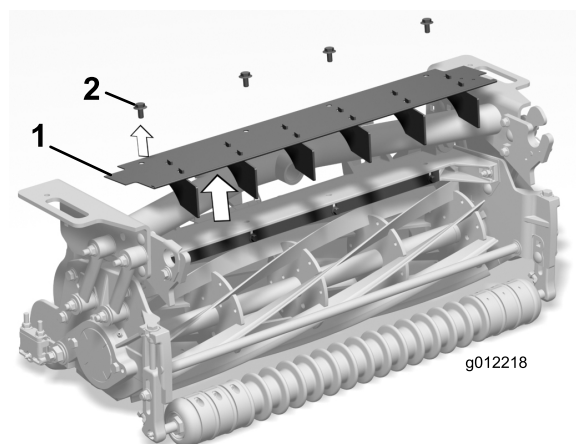

Figura 6
1. Remova os quatro parafusos de cabeça flangeada que prendem o resguardo de relva frontal e defletores à estrutura da unidade de corte (Figura 6).